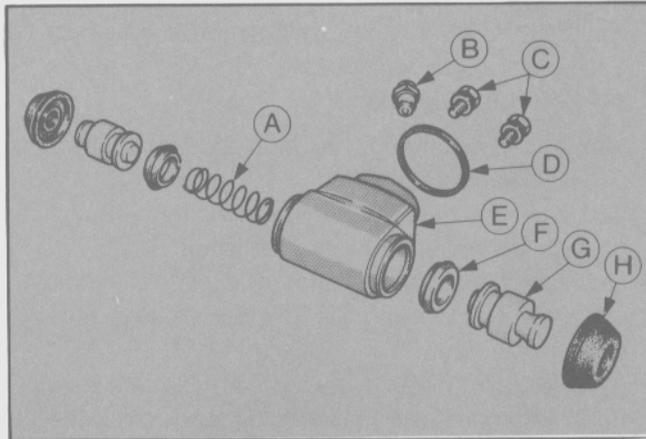

Fig. 58 - Componentes del cilindro
- Retira los dos tornillos de fijación del cilindro de rueda. Extraer el cilindro de rueda y la junta (Fig. 58).
- Extraer los pistones con sus respectivas cubetas y el resorte de expansión del interior del cilindro (Fig. 58).